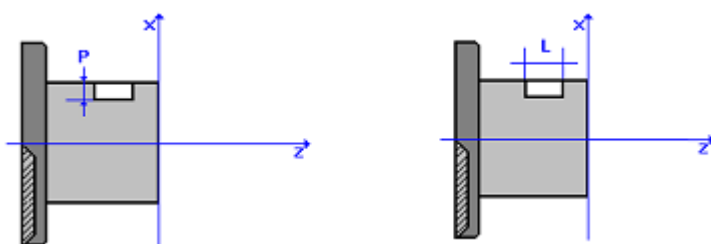

FIG.4-61
- L** Lunghezza Asola in mm. Per dettagli Vedi **FIG. 4-61 / 4-62**
- P** Profondità Asola in mm. Per dettagli Vedi **FIG. 4-61 / 4-62**